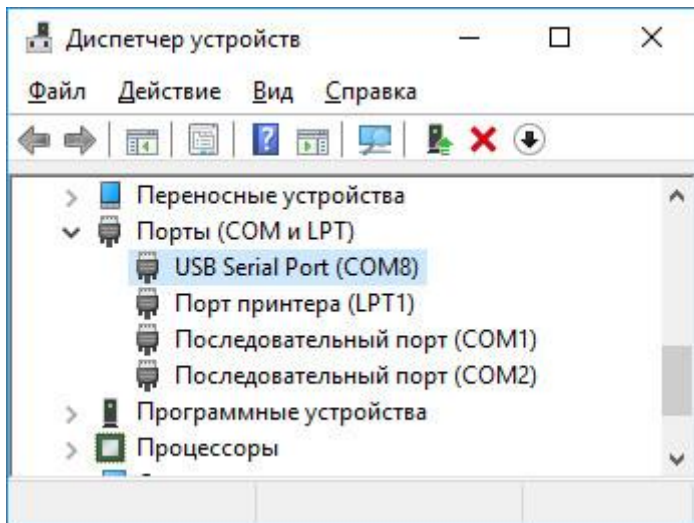

Рисунок 6 — ЭНИ-802М подключен к СОМ8
9.1.6 Посмотрите номер СОМ-порта, к которому подключен адаптер в «Диспетчере устройств» (см. рисунок 6).